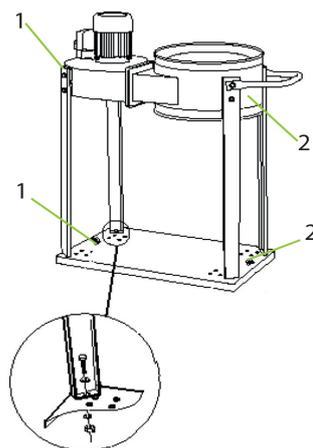

Рис. 6
Правильно разместите сторону с двигателем (1, Рис. 6) и сторону с каркасом для мешка (2) на основании.